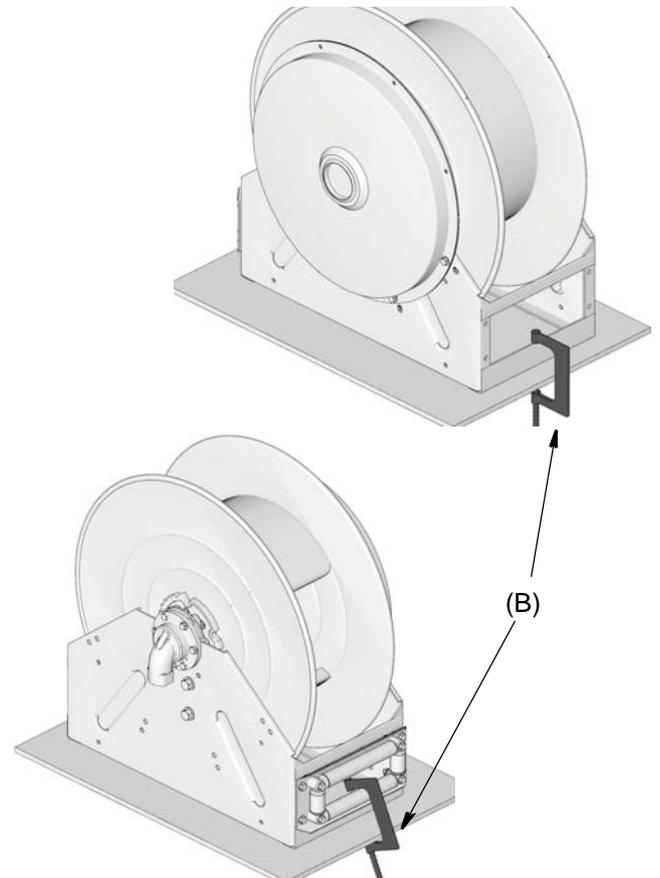

FIG. 5
1. Si el carrete de manguera no está instalado en una ubicación fija, use 2 abrazaderas en C grandes (B) (una en la parte delantera y otra en la trasera) para fijar el carrete de manguera a una superficie plana (FIG. 5). Graco recomienda colocar un trapo sobre el rodillo inferior y la parte posterior del bastidor para proteger estas superficies contra daños cuando se ajustan hacia abajo las abrazaderas en C.